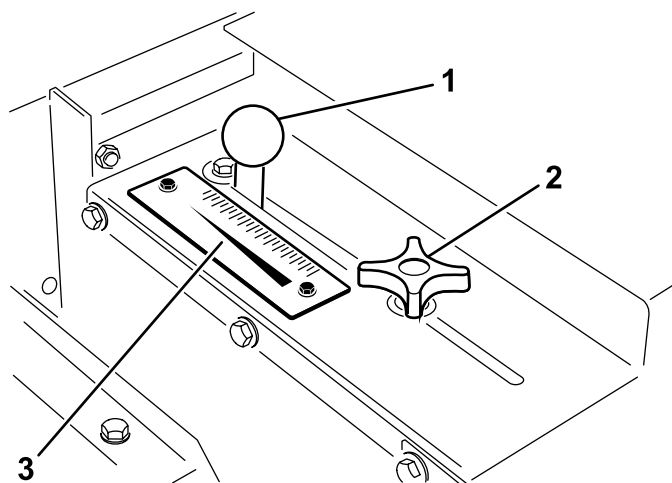

Figura 19
1. Allentate la manopola di bloccaggio (Figura 19) in modo da consentirne lo scorrimento nella scanalatura.
2. Posizionate la manopola della sponda (Figura 19) nella posizione desiderata e serratela per fissare la regolazione.
Utilizzate la relativa scala (Figura 19) per determinare la portata desiderata. Vedere Volume di applicazione della sabbia \(pagina 18\).